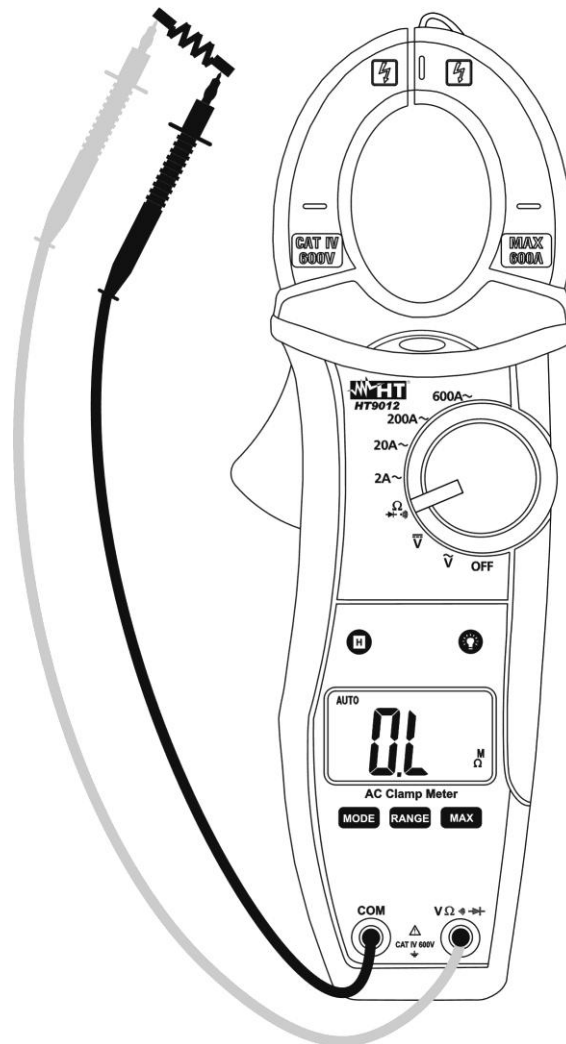

Fig. 6: Uso della pinza per misura di Resistenza
4. Posizionare i puntali nei punti desiderati del circuito in esame (vedere Fig. 6). Il valore della resistenza è visualizzato a display